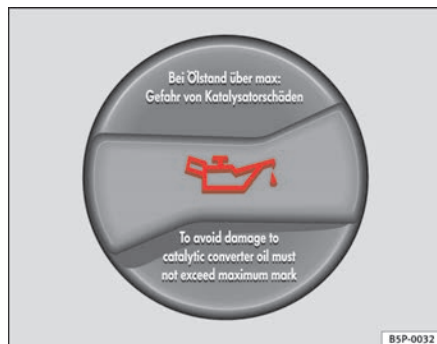

Fig. 145 Tapón de la boca de llenado de aceite del motor en el vano motor
- Desenrosque el tapón de la boca de llenado de aceite del motor ⇒ **fig. 145**.